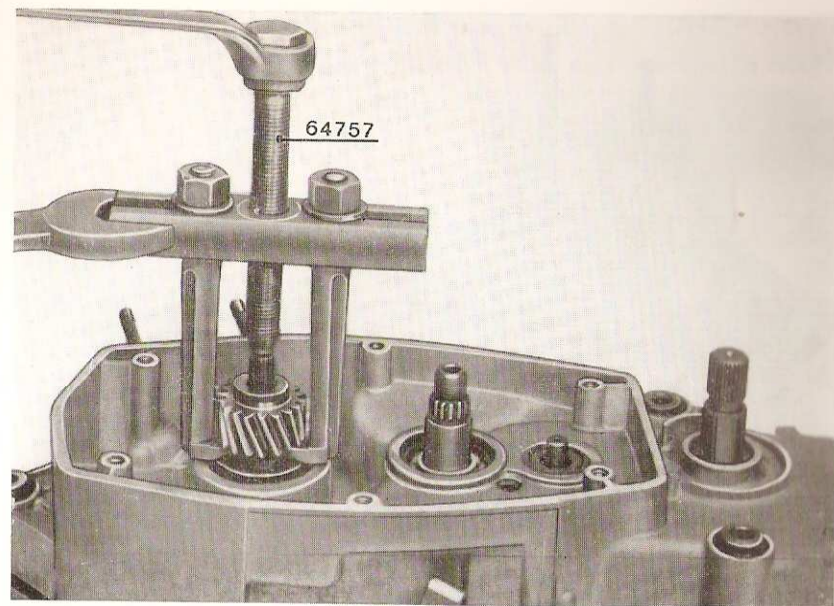

Fig. 7 - Extraction du pignon moteur avec l'outil 64757
12. Fig. 7 - Avec l'outil 64757, en agissant sur sa vis centrale avec une clé de 19 mm., degager le pignon de l'arbre moteur.